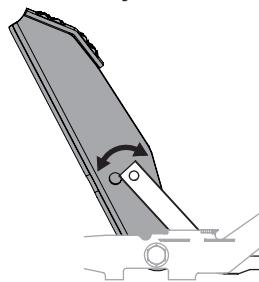

Figura 31
3. Ubique el pedal en la posición óptima según las preferencias del operador. Consulte la Figura 31.